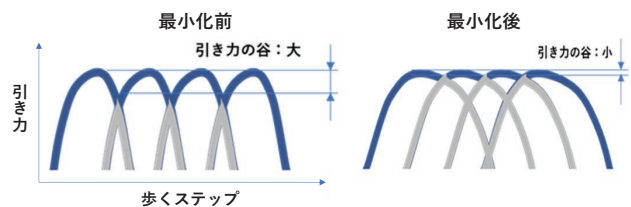

図4 引き力の谷の最小化
2. ホースカーを牽引する際には、歩くステップによる引き力(=ハンドルにかかる荷重)の脈動が発生する。脈動が大きいとハンドルの持ち上がりが大きく、操縦性が悪化するため、モーター出力の増減方法を最適化し、操縦性を向上させている(図4)。